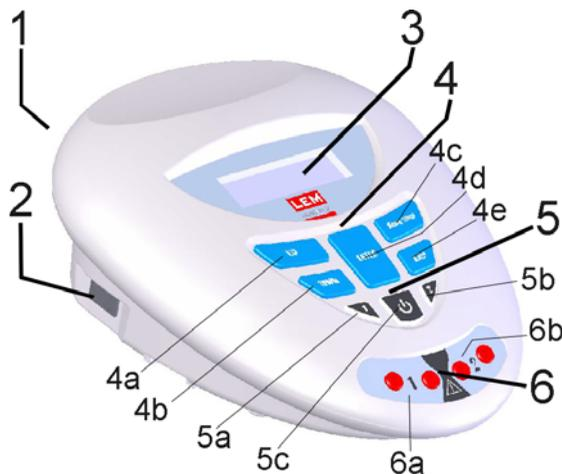

FIG.1
- FIG. 1 (pagina precedente) Unità **ELESTIM 2** (cod. LEM266A) 1 pz